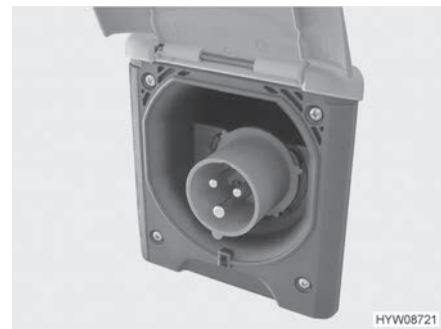

Bild 107 230-V-Anschluss am Fahrzeug (CEE-Steckdose)
- Abdeckung des 230-V-Anschlusses am Fahrzeug öffnen (Bild 107) und Steckkupplung einstecken. Darauf achten, dass die Rastnase des federgespannten Klappdeckels eingerastet ist.